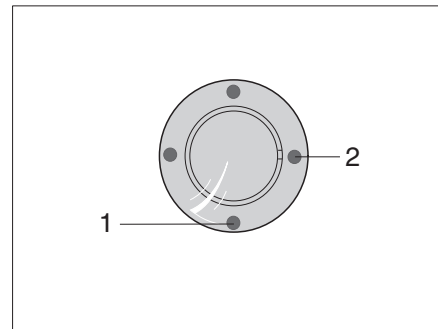
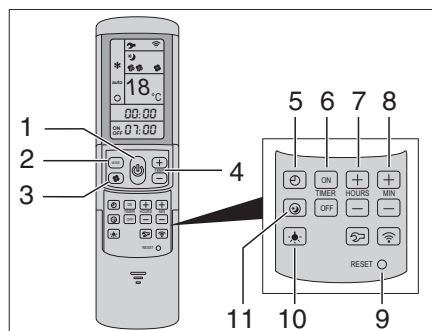

Fig. 119 Récepteur IR/Indication de fonctionnement
Fig. 120 Télécommande
La climatisation est montée sur le toit du véhicule. La télécommande (Fig. 120) pour la climatisation se trouve dans le coin cuisine.
- Raccorder le véhicule à l'alimentation 230 V. La climatisation est prête à fonctionner. La DEL bleue (Fig. 119,1) s'allume.
- Pour la mise en service, appuyer sur la touche (Fig. 120,1) de la télécommande. La DEL bleue (Fig. 119,1) clignote.
- Régler le mode de fonctionnement désiré avec la touche MODE (Fig. 120,2).
- Si nécessaire, régler l'étage de ventilateur désiré avec la touche (Fig. 120,3) et la température ambiante avec les touches (Fig. 120,4).
En fonctionnement de réfrigération: si la température réglée sur la télécommande est atteinte, la DEL (Fig. 119,1) bleue s'éteint, le compresseur s'arrête et le ventilateur à air pulsé continue de tourner.
En fonctionnement de chauffage: Si la température réglée sur la télécommande est atteinte, la DEL (Fig. 119,2) jaune s'éteint, le compresseur s'arrête et le ventilateur à air pulsé continue de tourner. Si la température ambiante est inférieure à la température réglée, l'appareil s'enclenche automatiquement à nouveau en fonctionnement de chauffage.
- Pour la mise hors service, appuyer à nouveau sur la touche (Fig. 120,1) de la télécommande.
- Pour la programmation, enclencher la climatisation avec la touche (Fig. 120,1) sur la télécommande.
- Régler le mode de fonctionnement désiré avec la touche (Fig. 120,2) et la température ambiante avec les touches (Fig. 120,4).
- Sélectionner la fonction désirée avec les touches (Fig. 120,6) :
- Avec les touches (Fig. 120,7 et 8), sélectionner la durée de commutation désirée (15 minutes à 24 heures).
- Confirmer le réglage avec les touches "ON" ou "OFF" (Fig. 120,6).